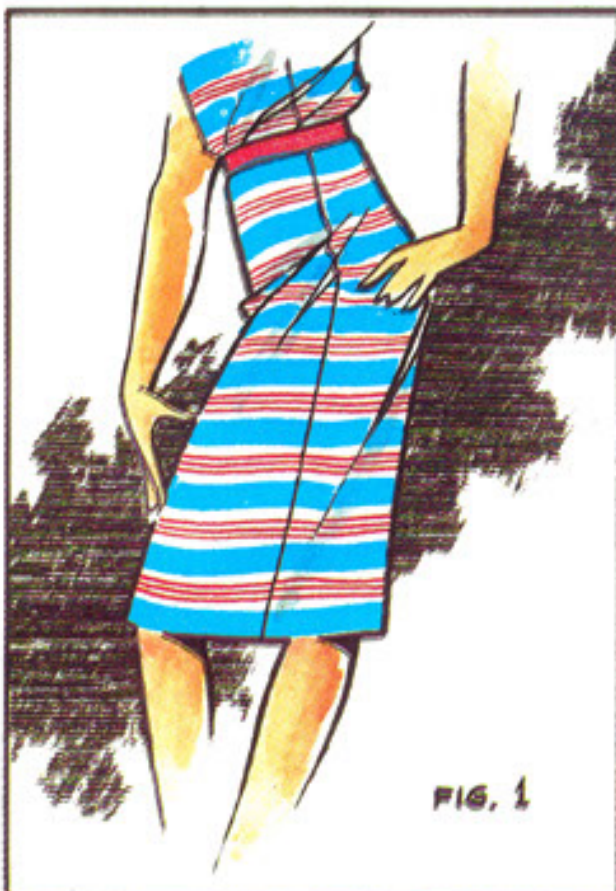

FIG. 3
4. A bainha de uma saia, de uma manga ou de um casaquinho, não deve cortar uma listra pela metade – sobretudo quando são largas – tornando-a mais estreita do que as outras. Isto desequilibraria o ritmo do listrado, roubando harmonia ao resultado final da roupa. A dobra da bainha deverá ser feita exatamente na linha de separação entre uma listra e outra (fig. 3).